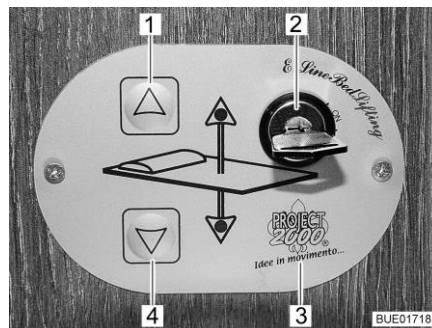
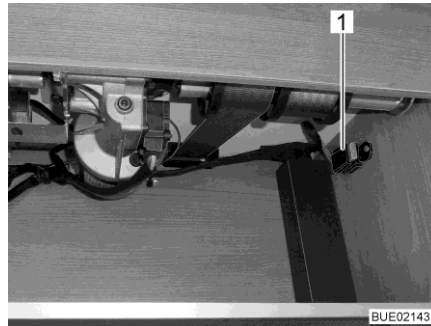

Fig. 144 Elemento de mando
Fig. 148 Fusible
Con las teclas (Fig. 144,1 y 4) en el elemento de mando (Fig. 144,3), se subirá o bajará la cama elevada. Con el interruptor llave (Fig. 144,2), se bloqueará el elemento de mando contra su utilización no autorizada.
- Introducir la llave en el interruptor llave (Fig. 144,2) y girar 90° en sentido de las agujas del reloj. El elemento de mando (Fig. 144,3) está activado.
- Pulsar la tecla de flecha (Fig. 144,4) y mantenerla pulsada hasta que la cama elevada haya bajado a la posición deseada.
- Pulsar la tecla de flecha (Fig. 144,1) y mantenerla pulsada hasta que la cama elevada haya subido a la posición final.
Si la cama elevada ya no se deja desplazar con las teclas de flecha (Fig. 144,1 y 4), controlar primero el fusible en el armario de pared trasero (Fig. 148,1). Si el fusible está en orden y la cama elevada no se deja desplazar a pesar de esto, se podrá manejar la cama elevada en forma manual.